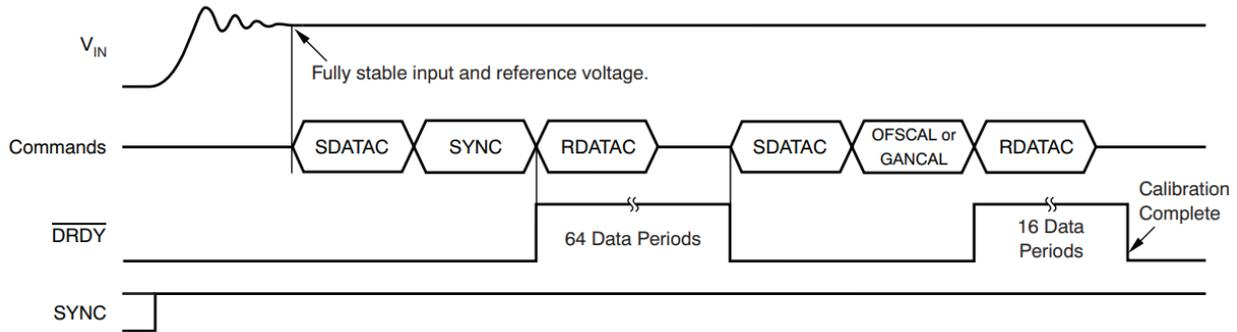

图36. 偏移和增益校准时序
图36. 显示校准命令序列。在模拟输入电压（和参考电压）稳定后，发送 SDATEC 命令，然后发送 SYNC 和 RDATEC 命令。DRDY 在64个数据周期后变低。在 DRDY 变低后，发送SDATAC命令，然后是校准命令（OFSCAL 或 GANCAL），然后是 RDATEC 命令。16个数据周期后，校准完成，此时可以读取转换数据。SYNC 输入在校准序列期间必须保持高电平。
OFSCAL 命令执行偏移校准。在发送 OFSCAL 命令序列 (图36.) 之前，必须向 LHA7724 施加零输入信号，并使输入稳定。当命令序列 (图36.) 发送时，LHA7724 平均 16 个读数，然后将这个值写入 OFC 寄存器。OFC 寄存器的内容可以随后被读取或写入。在偏移校准期间，满量程校正被绕过。使用 OFSCAL 命令校准可选的 100-mV 偏移。
GANCAL 命令执行增益校准。在发送 GANCAL 命令序列 (图36.) 之前，必须应用直流输入（通常为满量程输入，但不超过满量程的 106%）。信号稳定后，可以发送命令序列。LHA7724 平均 16 个读数，然后计算将施加的校准电压缩放到满量程的增益值。增益值被写入 FSC 寄存器，其内容随后被读取或写入。
5、CS 必须在命令字节序列的持续时间内保持低电平。从一个命令的最后一个 SCLK 上升沿到下一个命令的第一个 SCLK 上升沿，命令之间和一个命令中的字节之间需要 $24 \times f_{CLK}$ 周期的延迟。所需的延迟如图36. 所示。